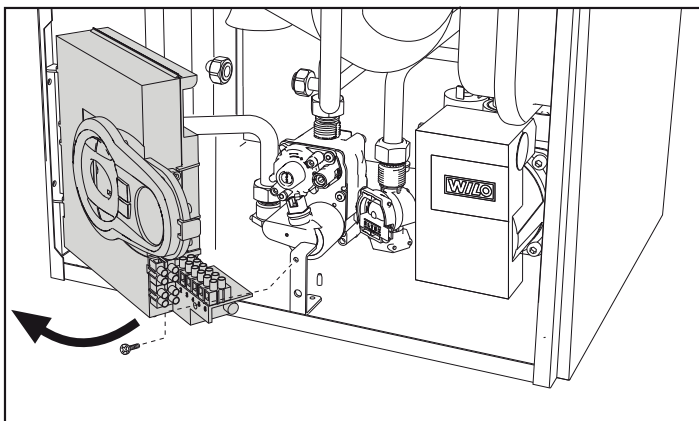

fig. 22
2. Svitare le vite e ruotare il pannello comandi (vedi fig. 22).